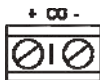

Рисунок 2
- подключить оповещатель к источнику питания в соответствии с используемым напряжением (рисунок 2);